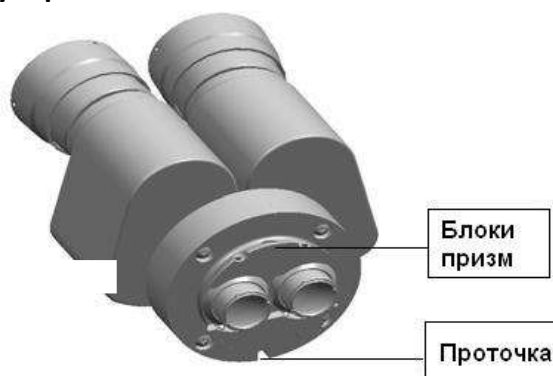

Рис. 2.1.2
10. Выньте блоки призм с окулярами (Рис. 2.1.2), установите на корпус микроскопа, сопоставив проточку на блоке призм с выступом на корпусе микроскопа. Затяните фиксирующий винт на корпусе микроскопа.